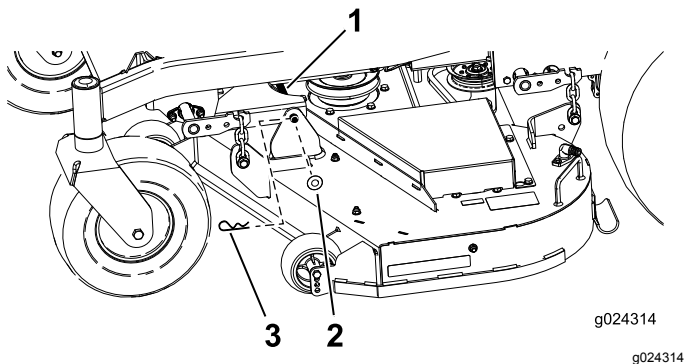

Figure 65
1. Retirez la goupille fendue et la rondelle qui fixent la barre de liaison au cadre et au tablier, et enlevez la barre de liaison (Figure 65).
9. Fixez la barre de liaison avec les goupilles fendues et les rondelles retirées précédemment (Figure 65).